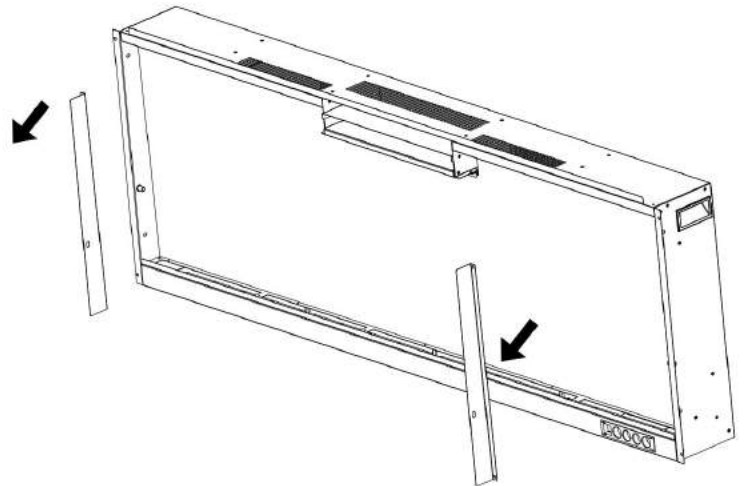

Fig. 2-2
B. Retire los dos soportes y déjelos a un lado. (Fig. 2-2)